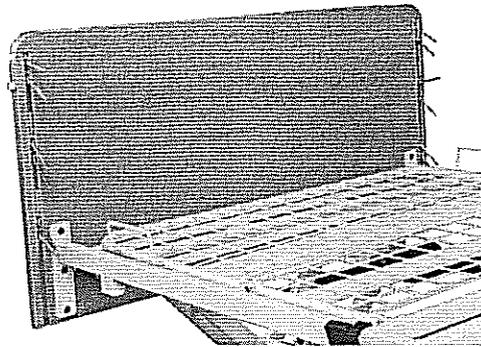

Abbildung 11
7. Ein Stirnteil in die Kopfseite der Liegefläche schieben und mit vier Schraubenbolzen befestigen (Abbildung 11).